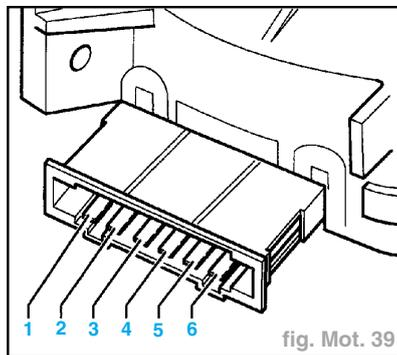

fig. Mot. 39
- Débrancher le connecteur à 6 broches du transmetteur pour position de pédale d'accélérateur (fig. Mot. 39).